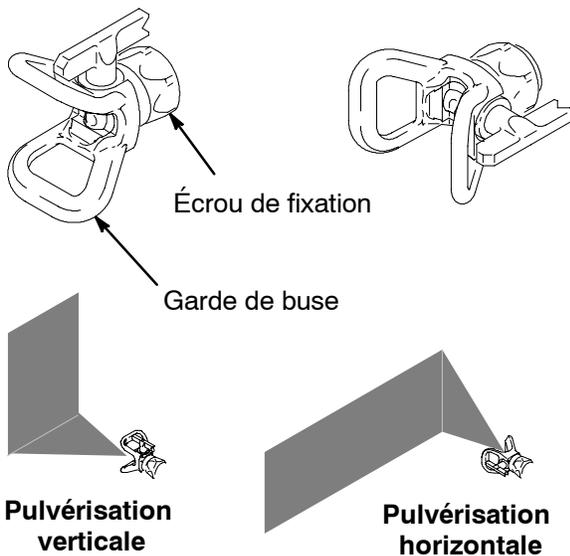

Fig. 3
*Si l'on pense que la buse ou le flexible est complètement bouché ou que la pression n'a pas été relâchée complètement après l'exécution des opérations ci-dessus, desserrer TRÈS LENTEMENT l'écrou de fixation de la garde de la buse (Fig. 3) ou l'embout du flexible pour relâcher la pression progressivement, puis desserrer l'écrou complètement. Déboucher ensuite la buse ou le flexible.*
2. Tourner la garde à la main pour changer d'orientation. Fig. 3.